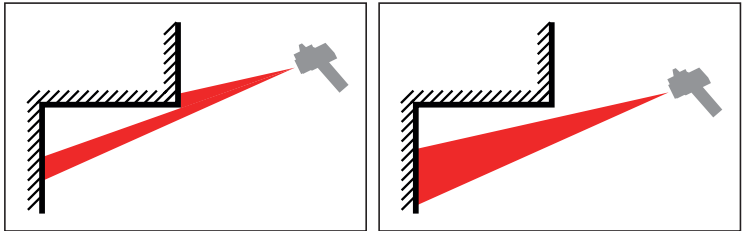
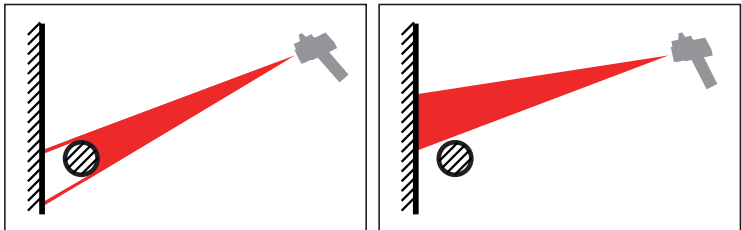

Abb. 13: Fehlerquelle beim Messen (1)
Abb. 14: Fehlerquelle beim Messen (2)
- Entlang der Messstrecke gibt es Hindernisse (Abb. 13 und Abb. 14).